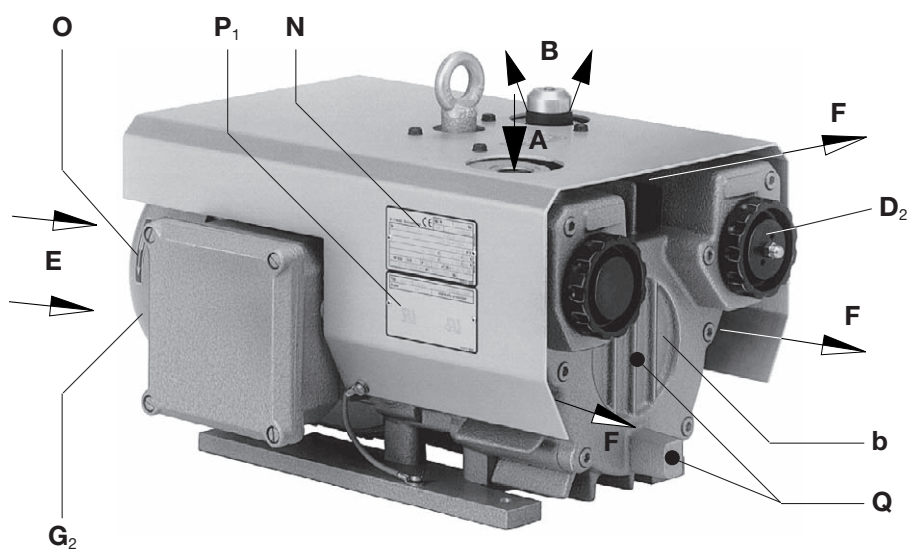

Abb. 3 Vakuumpumpe V-VTN (13) / V-VTN (14)
Die V-VTN (13) bis (50) befinden sich in einer Blechhaube. Die Kühlung erfolgt hier durch den Motorventilator. Die V-VTN (14) hat druckseitig ein Belüftungsventil (Abb. 3/D2).
Zum Demontieren des Ausblasgitters (Abb. 2/G), Ansauggitters (Abb. 2/G1) und Gehäusedeckels (Abb. 3/b) müssen für Wartungsarbeiten mindestens 30 cm Platz vorhanden sein. Zusätzlich ist zu beachten, dass die Kühlluft eintritte (Abb. 2/E) und Kühlluftaustritte (Abb. 2/F) mindestens 10 cm Abstand zur nächsten Wand haben (austretende Kühlluft darf nicht wieder angesaugt werden).
- a) Die elektrischen Motordaten sind auf dem Datenschild (Abb. 2/N) bzw. dem Motordatenschild (Abb. 3/P1) angegeben. Die Motoren entsprechen DIN EN 60034 und sind in Schutzart IP 55 und Isolationsklasse F ausgeführt. Das entsprechende Anschlussschema befindet sich im Klemmenkasten des Motors (entfällt bei Ausführung mit Stecker-Anschluss). Die Motordaten sind mit den Daten des vorhandenen Stromnetzes zu vergleichen (Stromart, Spannung, Netzfrequenz, zulässige Stromstärke).
Im betriebswarmen Zustand können die Oberflächentemperaturen an den Bauteilen (Abb. 3/Q) über 70°C ansteigen.